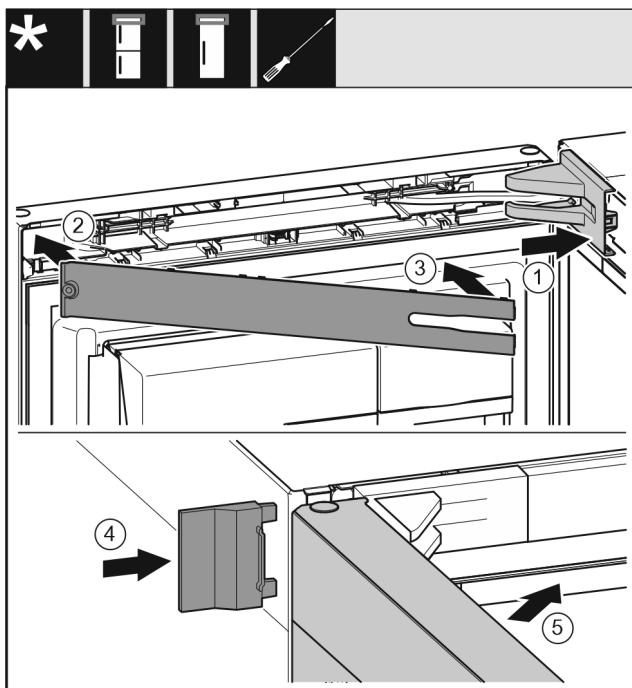

Fig. 49
- 放上并插入托架盖，如有必要小心地按压分开。Fig. 49 (1)
- 盖上隔板。Fig. 49 (2)
- 转入隔板并卡入到位。Fig. 49 (3)
- 插入外盖。Fig. 49 (4)
- 关闭冰箱上方门。Fig. 49 (5)